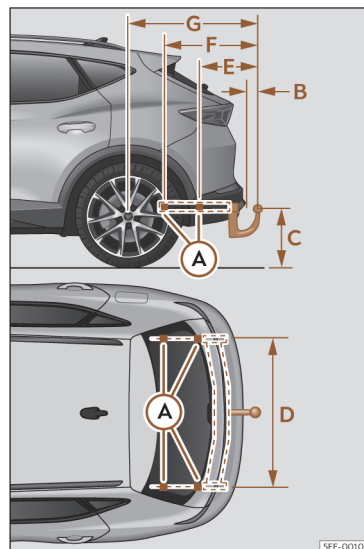

Fig. 190 Quotas e pontos de fixação para a montagem posterior de um dispositivo de reboque.
A distância entre o centro da rótula e a estrada >>> **Fig. 190** (C) nunca poderá ser inferior à indicada. Isto rege também com o veículo a plena carga, incluindo a carga vertical máxima tecnicamente admissível sobre o acoplamento.